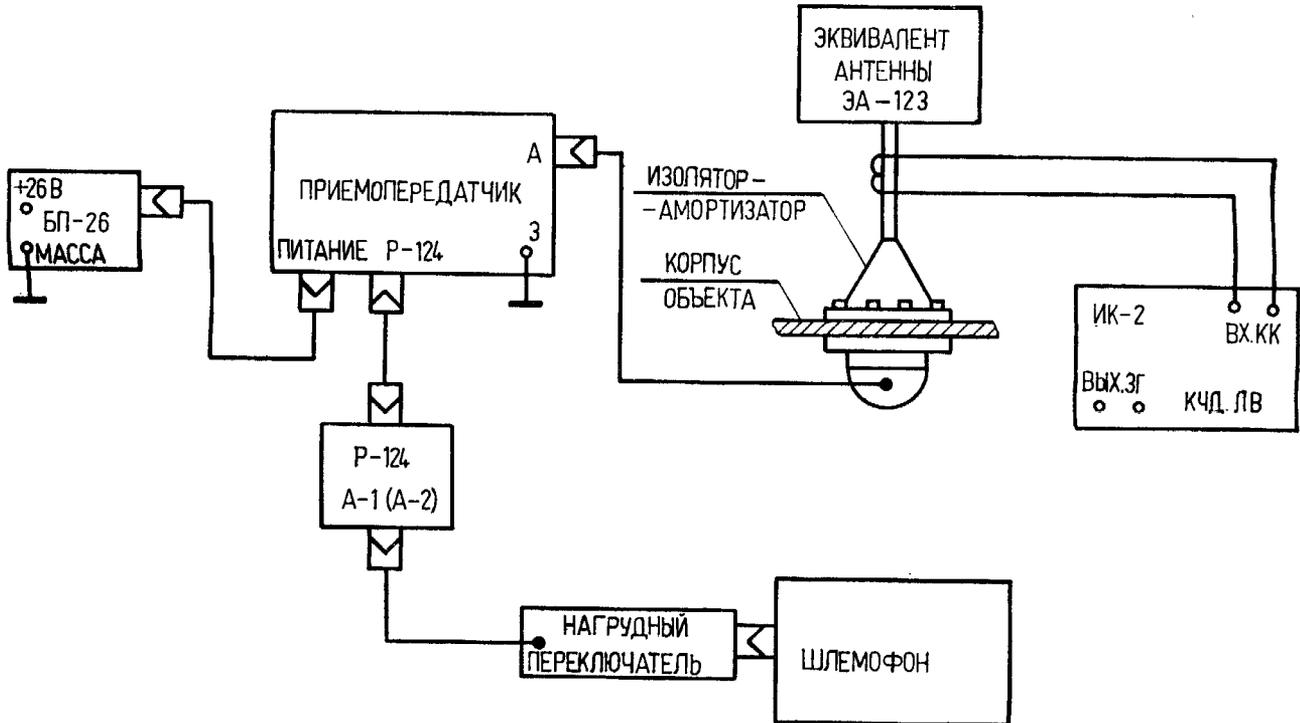

Рис. 9. Схема измерения девиации частоты передатчика
- соберите схему измерения (рис. 9);